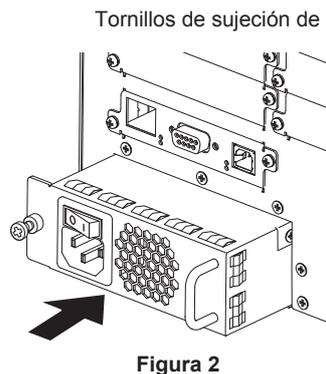

Figura 2
2) Con cuidado inserte el nuevo SUMINISTRO DE ENERGÍA en la posición de inserción. (Figura 2)